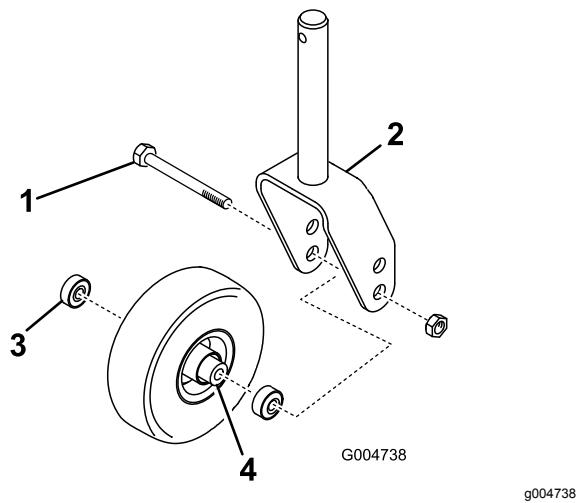

Figura 139
da roda giratória ou o braço articulado da roda giratória (Figura 139).
2. Fixe a roda giratória e retire o parafuso da forquilha ou do braço articulado (Figura 139).
3. Retire o rolamento do cubo da roda e deixe cair o espaçador do rolamento para fora (Figura 139).
4. Retire o rolamento do lado oposto ao do cubo da roda (Figura 139).